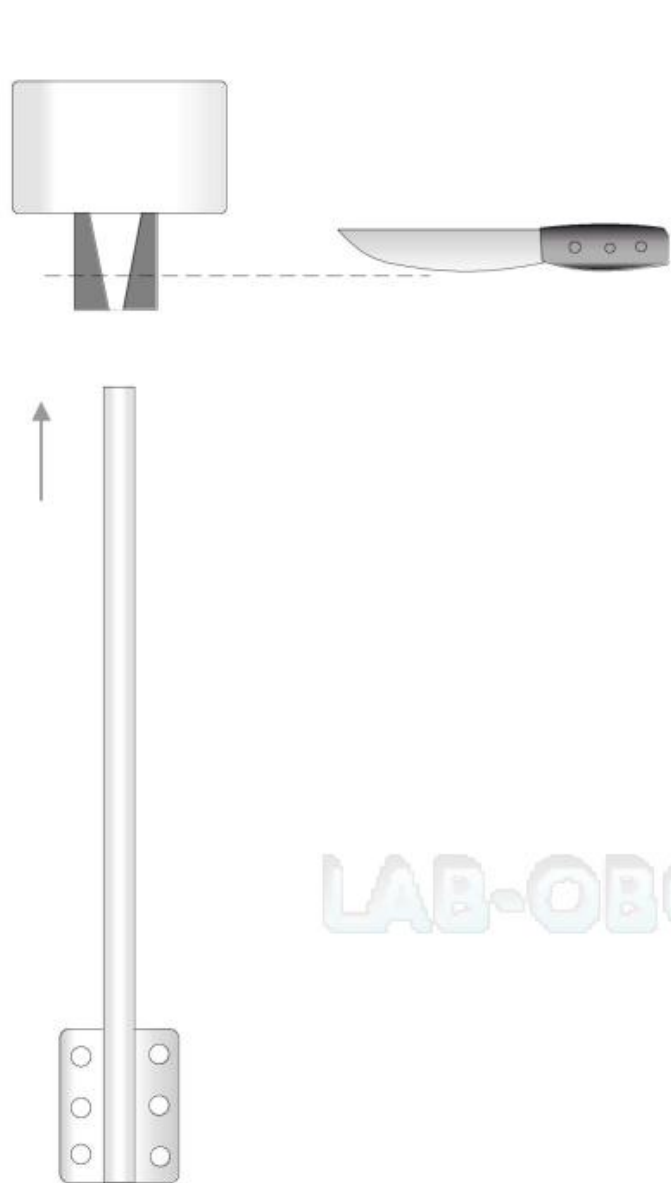
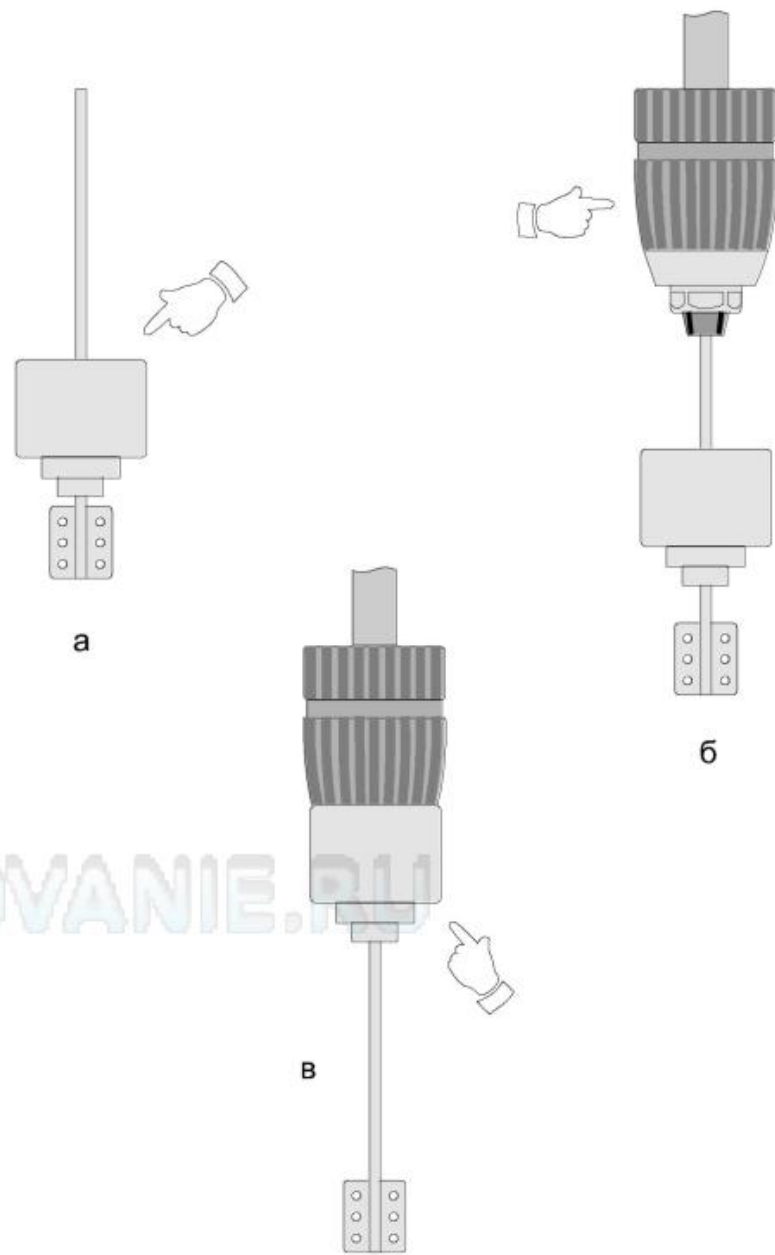

Рис. 2. Доработка наконечника заглушки по диаметру вала мешалки
Рис. 3. Установка мешалки в патрон
- надеть на вал мешалки последовательно наконечник 3 и заглушку 4 (рис. 3а). Предварительно доработать наконечник по диаметру вала мешалки, отрезав ножом его коническую часть на требуемую высоту (рис. 2);
- закрепить вал мешалки в патроне, поворачивая его обойму до щелчка (рис. 3б);
- поднять заглушку с наконечником, закрыв кулачки патрона (рис. 3в);